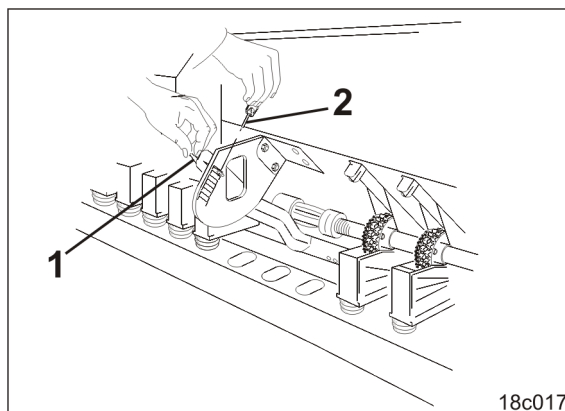

Fig. 144
1. Indstil bundklaparmen (Fig. 144/1) i hulgruppen på tabelværdien (se side 64).
2. Sørg for at sikre bundklaparmen med en ringsplit (Fig. 144/2).